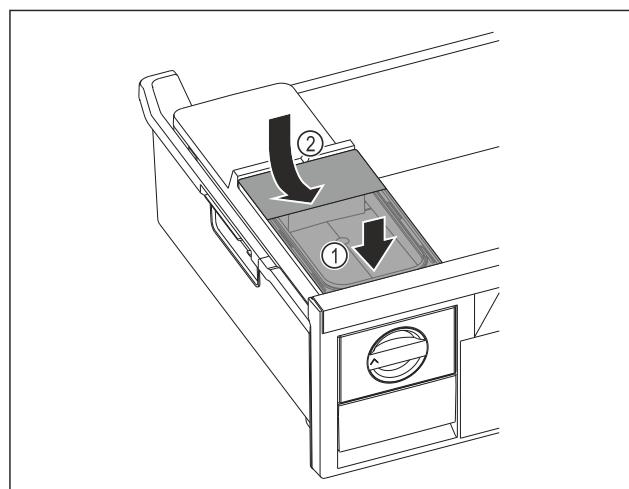

Fig. 124
- Установите бак для воды спереди. Fig. 124 (1)
- Опустить бак для воды сзади. *Fig. 124 (2)*